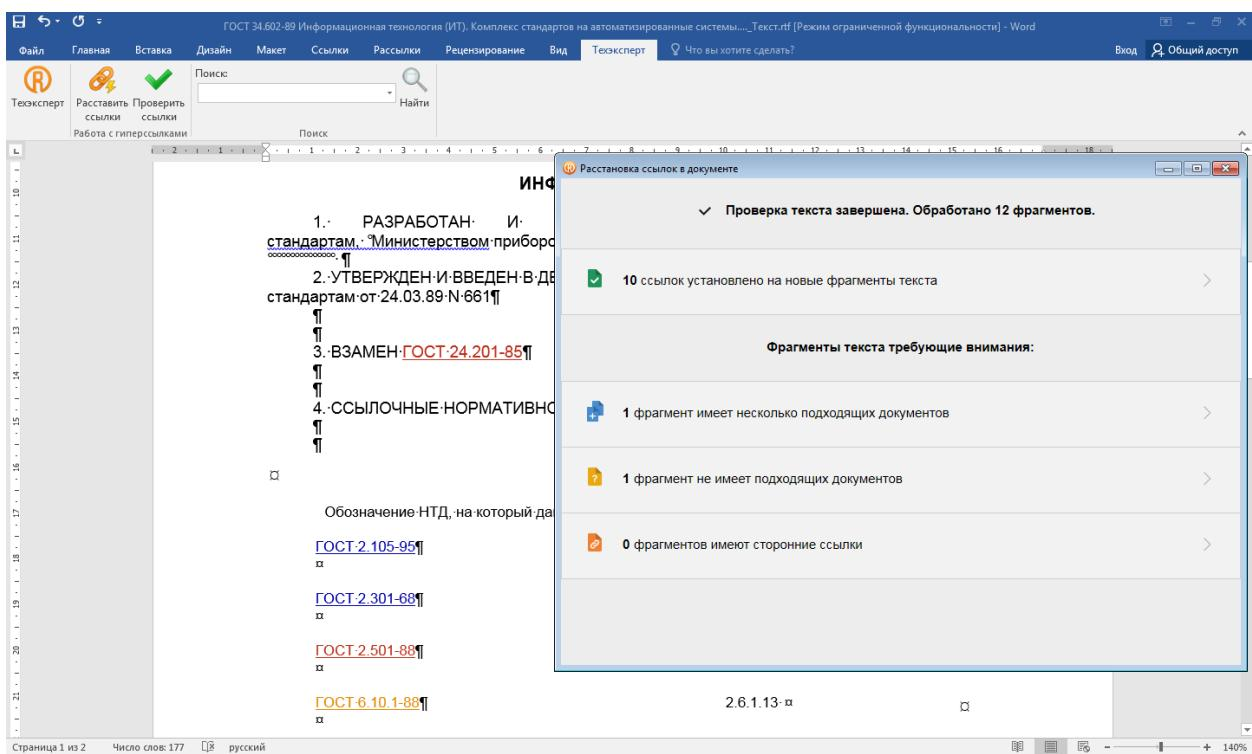
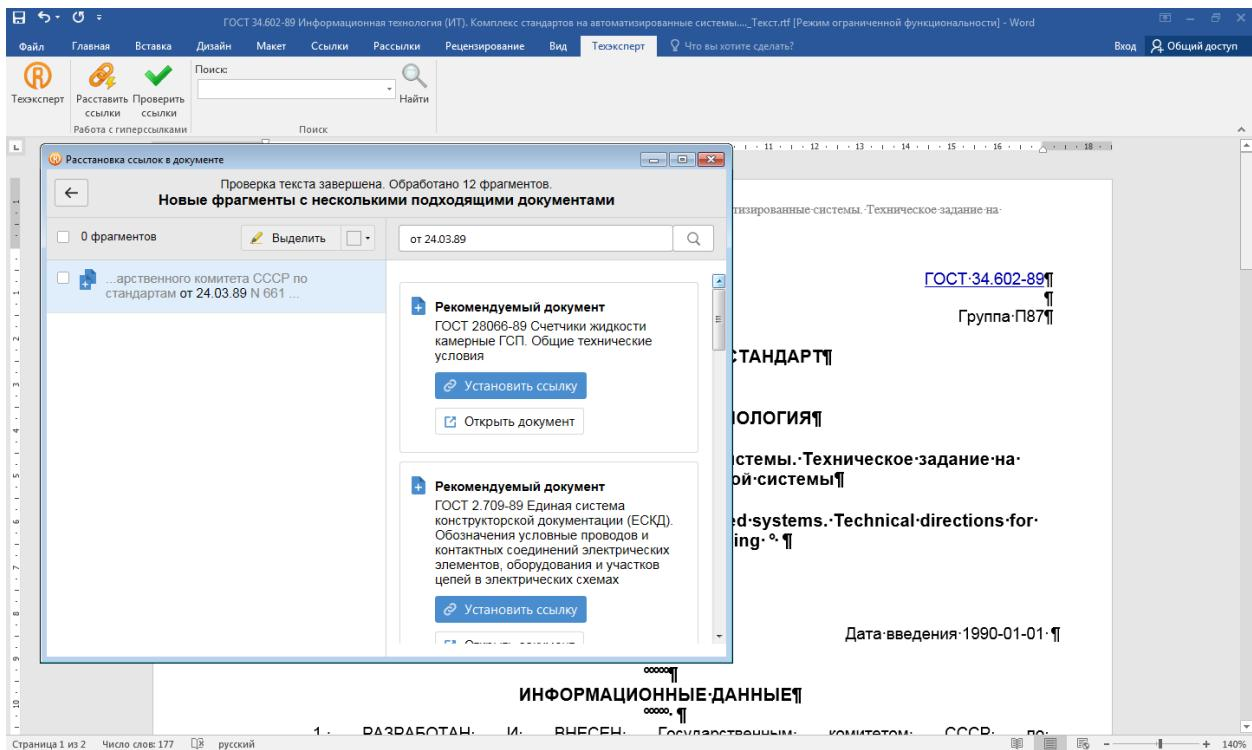

Рис. 16. Рассстановка гиперссылок в Word
Рис. 16.1. Рассстановка гиперссылок в Word. Фрагменты с несколькими подходящими документами
4. Утилита произвела обработку 12 фрагментов текста (рис. 16): на 10 фрагментов расставлены ссылки, 1 фрагмент не опознан и 1 фрагмент имеет несколько подходящих документов. Фрагмент имеет несколько подходящих документов (рис. 16.1.) – это текст, который можно соотнести с несколькими нормативными документами. Например, в тексте автор ссылается на документ, у которого есть несколько редакций. В этом случае утилита предложит выбрать конкретную редакцию для гиперссылки. Фрагменты не имеют подходящих документов – это текст, для которого не нашлось соответствующего нормативного документа в системах «Техэксперт» (причиной этого может быть неполное наименование, ошибка в дате или номере документа). Для того чтобы уточнить, есть ли этот документ в системах, можно запустить поиск через надстройку. А после установить ссылку вручную.